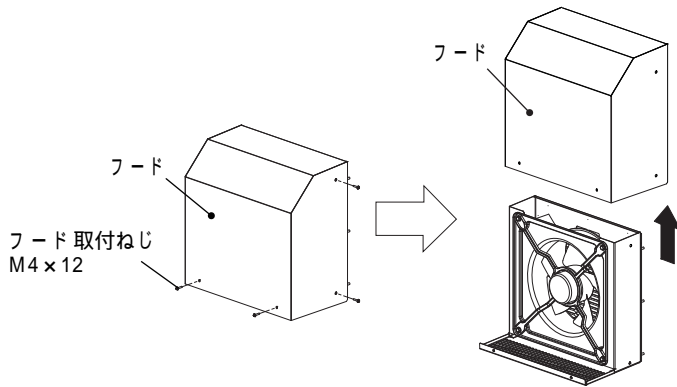

図7
1. フード取付ねじ M4×12( 6カ所) を取り外し、フードを持ち上げ取り外してください。( 図7)